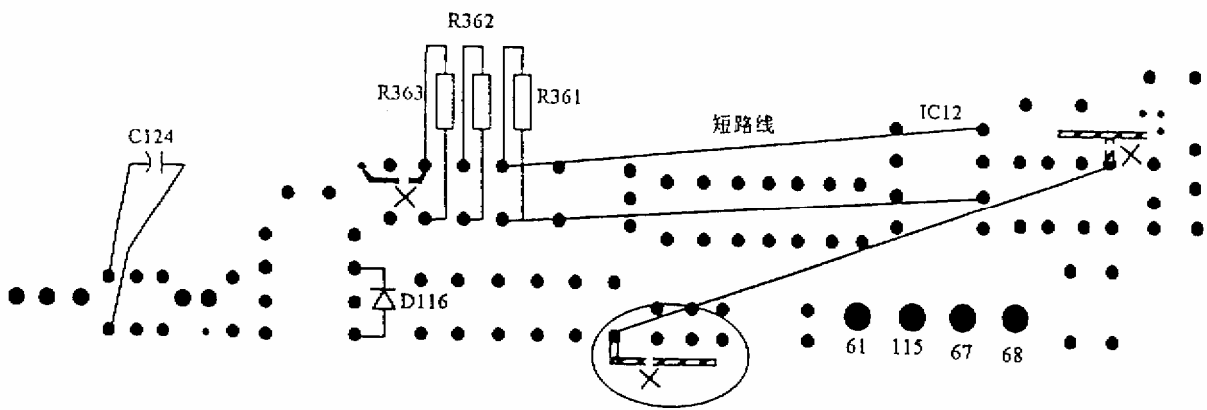

图 4 焊点图
- 1) 将电容 C124 (ECA1EM221B)、二极管 D116 (S5688GTPA3)、电阻 R361 (ERDS2TJ153T)、R362 (ERDS2TJ103T)、R363 (ERDS2T100T) 按图 4 所示位置插入 P 板。
- 2) 用短路线将 D116 阳极与 ZD20 阴极短接，R361 上、下两端分别与 IC12①、IC12③短接。
- 3) 按图 4 所示，将打“×”的部位板条断开。  表示正面，  表示反面。